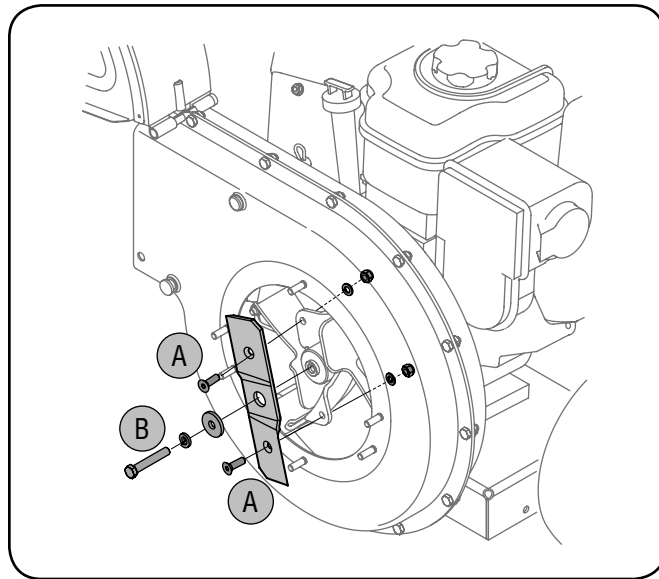

Рис. 7-4
8. Отверните два внутренних шестигранных винта, стопорные шайбы и шестигранные контргайки, которыми нож измельчителя крепится к крыльчатке. См. рис. 7-4А.
9. Отверните шестигранный болт, стопорную шайбу и шайбу, чтобы полностью освободить нож измельчителя. См. рис. 7-4В.